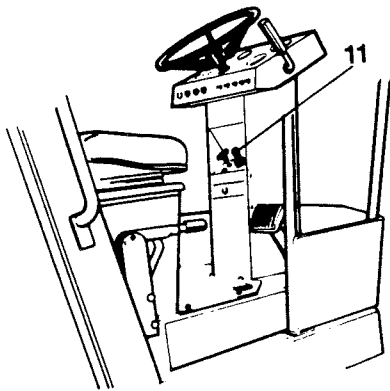

Fig 7 Posto di guida
- 4 Premere a fondo il pomello dell'acceleratore (11), fig. 7, e tirare il comando di 1/4.